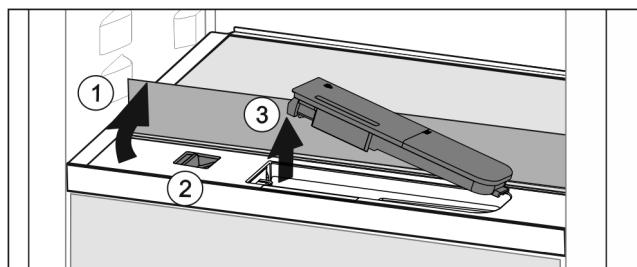

Fig. 127
- Løft glassplaten og vipp opp til anslag bakover Fig. 127 (1).
- Skjyv skyveren Fig. 127 (2) til venstre.
- Ta ut vanntanken Fig. 127 (3).